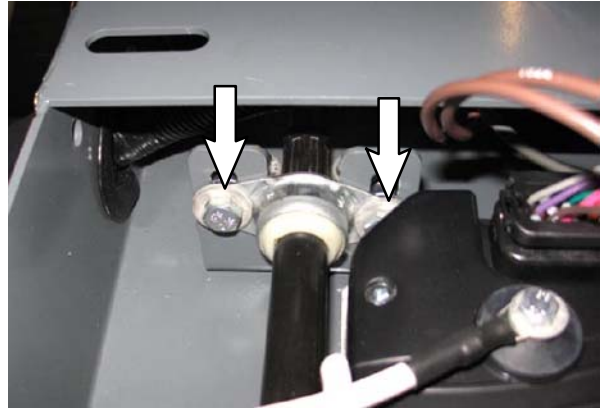

FIG. 50
27. Serrez la visserie de fixation la bride de palier au support (24 Nm / 18,5 pi lb). (Fig. 50)